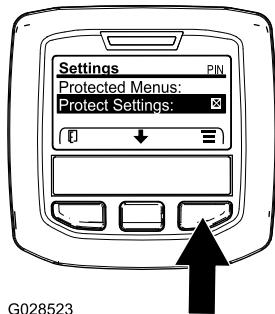

Рисунок 26
1. В MAIN MENU (ГЛАВНОМ МЕНЮ) с помощью средней кнопки прокрутите меню вниз к позиции меню SETTINGS (Настройки) и нажмите правую кнопку (Рисунок 26).